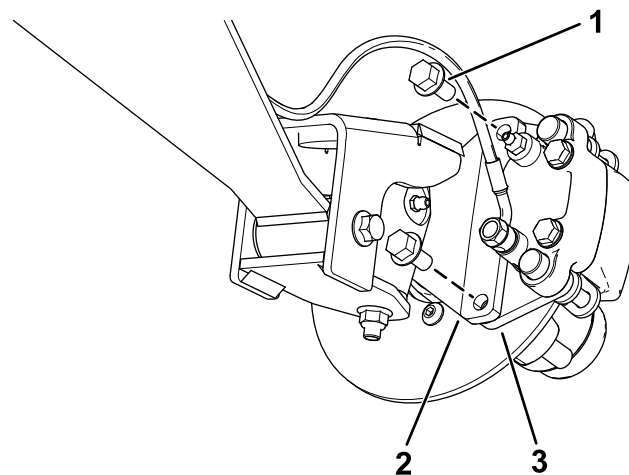

Figura 28
3. Retire los pernos con arandela prensada ( $\frac{3}{8}$ " x  $\frac{3}{4}$ ") que sujetan el soporte del conjunto de freno al eje y separe el freno del eje (Figura 28).
2. Alinee las pastillas de freno en cada lado del rotor (Figura 28) y los taladros del soporte de la pinza con los taladros de montaje del freno de la mangueta (Figura 32).
3. Sujete el soporte de la pinza a la mangueta (Figura 28) usando los 2 pernos con arandela prensada ( $\frac{3}{8}$ " x  $\frac{3}{4}$ ").